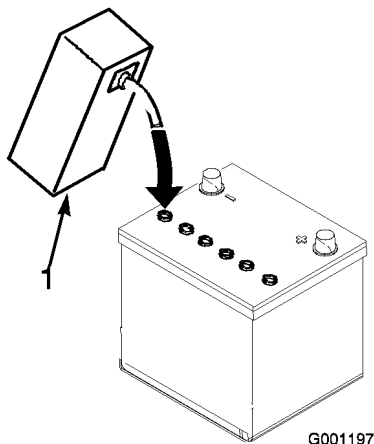

Figura 9
3. Llene cuidadosamente cada celda con electrolito hasta que las placas estén cubiertas de aproximadamente 6 mm de fluido (Figura 9).
4. Espere aproximadamente 20 – 30 minutos para que el electrolito penetre en las placas. Rellene si es necesario para que el electrolito llegue a una distancia de aproximadamente 6 mm del fondo del hueco de llenado (Figura 9).